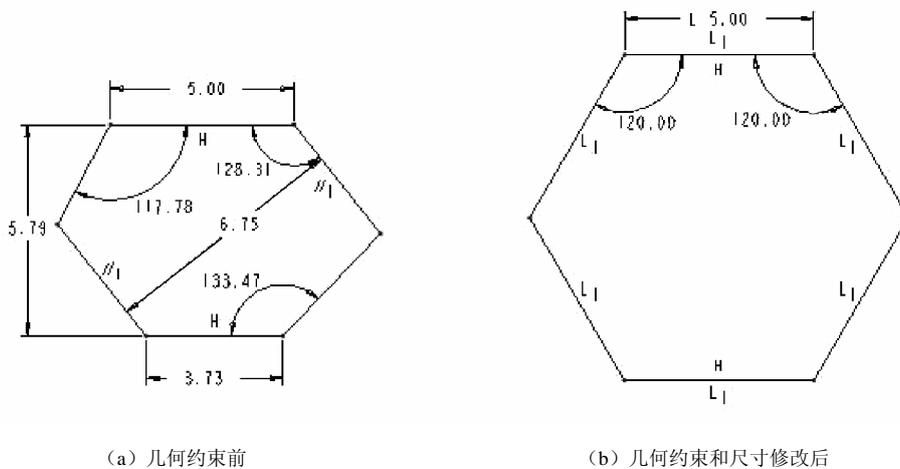

图 2-48 几何约束应用
例 1 将图 2-48 (a) 用约束命令变成图 2-48 (b) 所示。
步骤 1 打开光盘中的文件 chaper2 → “C2_sk8.sec”，如图 2-48 (a) 所示。
(1) 单击六边形顶边，按鼠标右键，选取锁定，使尺寸值“5”前标上“L”，表示该尺寸被锁定。
(2) 单击草绘命令工具栏中的按钮，在弹出的【约束】面板中选取等长等半径按钮。
(3) 左键依次单击左上边和顶边，使左上边和顶边等长。重复上一步操作，使各边均与顶边相等。
(4) 双击左、右上角的角度尺寸，将尺寸值修改为“120°”，见图 2-48 (b)。